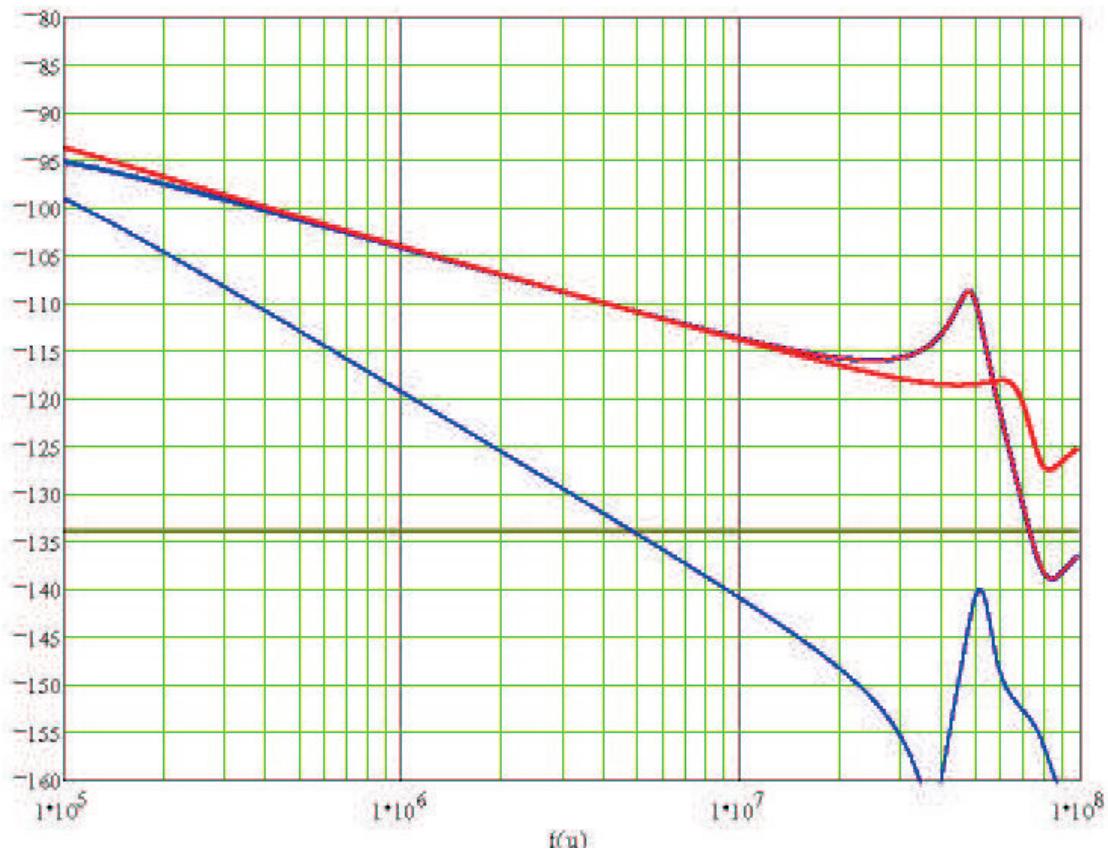

Fig 06
-- En Fig 06 nous avons simulé une antenne de 2 m chargée par 220 k Ω . A 10 MHz, le niveau de bruit reçu est de -114 dBm environ.